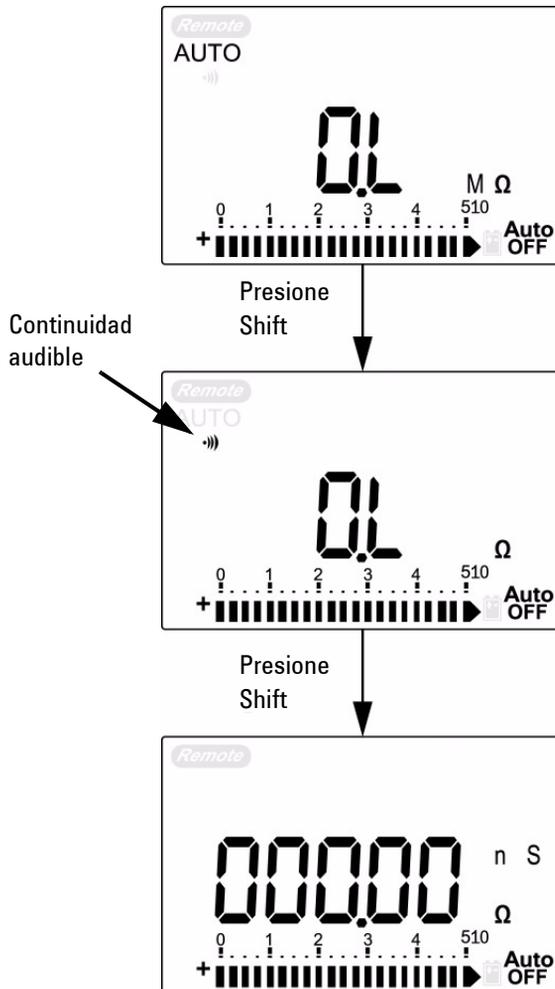

Figura 2-8 Prueba de resistencia, conductancia y continuidad audible.
- 4 Presione  para desplazarse por las pruebas de resistencia, conductancia y continuidad audible, tal como se muestra en la **Figura 2-8**.